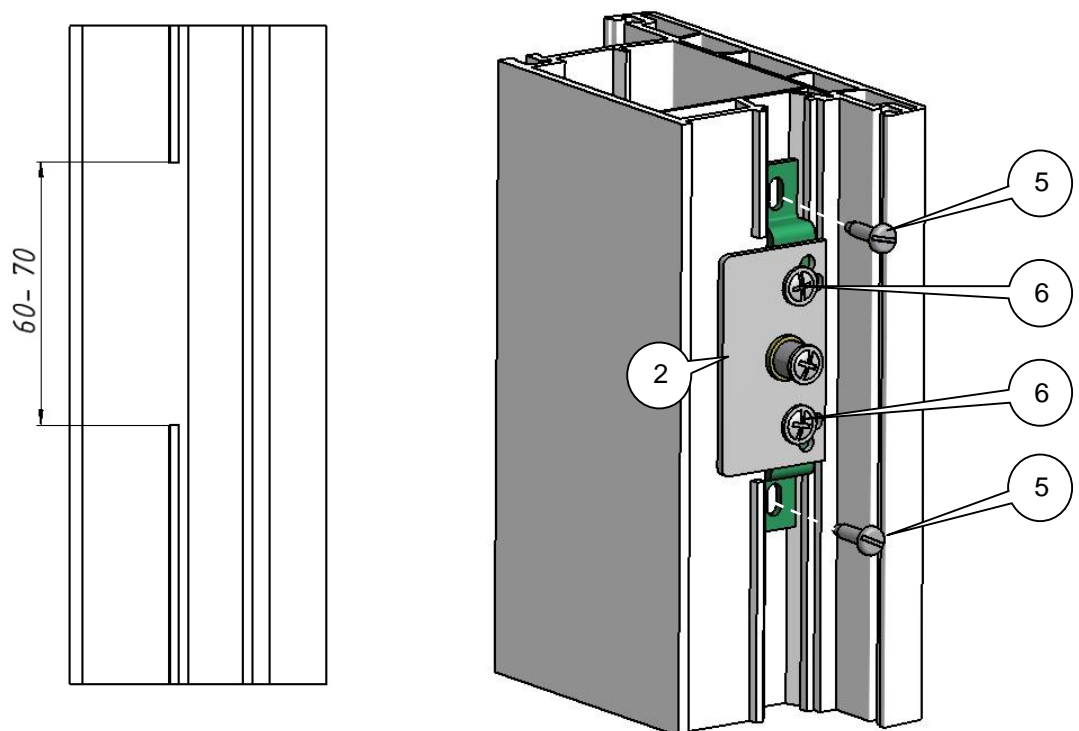

Рис.3 Установка ригеля в паз профиля двери
6. Установить пластину с ригелем **2** в паз профиля двери (рис.3), так, чтобы ролик находился по центру паза защелки и зафиксировать ее шурупами **5**.
Для регулировки в вертикальной плоскости отпустить шурупы **5** и сдвинуть ригель (см. рис.3).